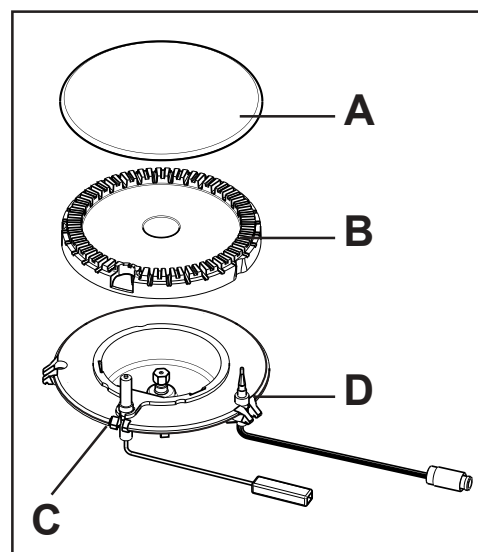

Fig. 1
2. Cuando la llama está encendida, es necesario tener el mando empujado durante 5 segundos cerca, hasta que la válvula de seguridad (Fig. 1 - D) mantendrá automáticamente la llama encendida y la regule según las necesidades.
Si después de algunas veces no consigue encender el quemador, controle que los casquillos (Fig. 1 - A) y los orificios de donde salen las llamas (Fig. 1 - B) estén colocados en su sitio correctamente.
- Las coronas de los quemadores (Fig. 1 - B) deben ser lavados frecuentemente con agua hirviendo y detergente, teniendo cuidado de eliminar todas las eventuales incrustaciones.
- El encendido automático es obtenido para una pequeña "bujía" de cerámica y un electrodo metálico (Fig. 1 - C). Limpie periódicamente estas partes de la encimera, y controle que los orificios de las coronas de los quemadores no están obturados, por evitar dificultades de combustión.